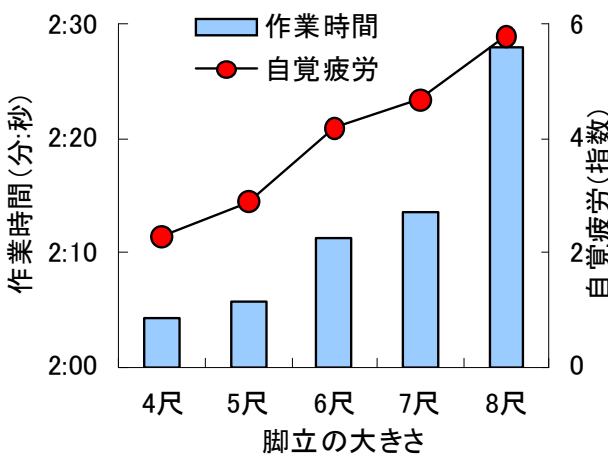

図5 脚立の大きさと作業時間および自覚疲労
- 高所での作業には脚立が不可欠ですが、脚立の使用や移動時の作業負担は脚立が大きくなるほど多くの作業時間を要し、自覚疲労も大きく、筋電位、心拍数が増加します。(図5、図6)